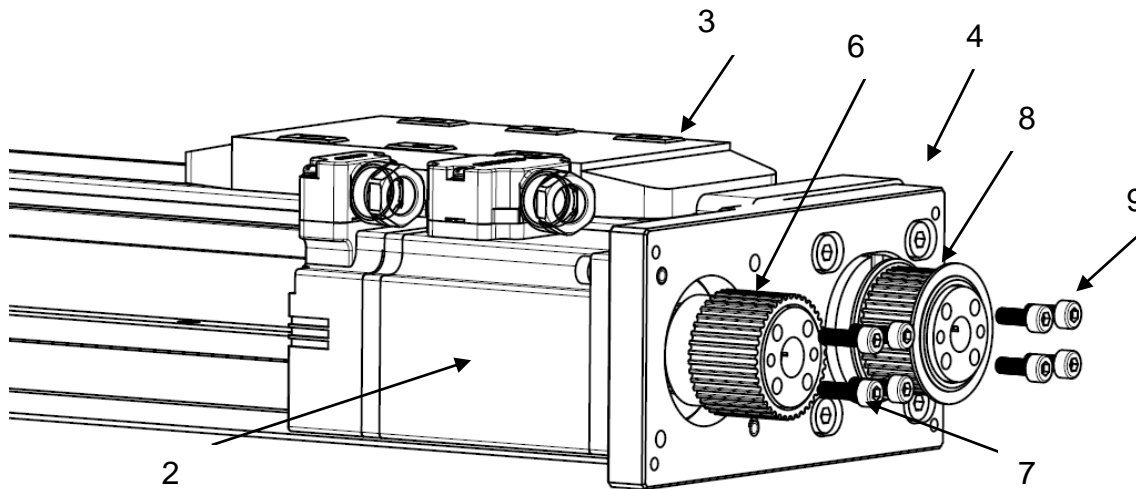

Рисунок 9 – Установка муфты.
3) установить муфту (поз. 8) на вал линейного модуля (поз. 3) до упора (см. рисунок 9). Затем установить муфту (поз. 6) в одной плоскости с муфтой (поз. 8) на вал двигателя (поз. 2). Установить винты (поз.7 и 9);